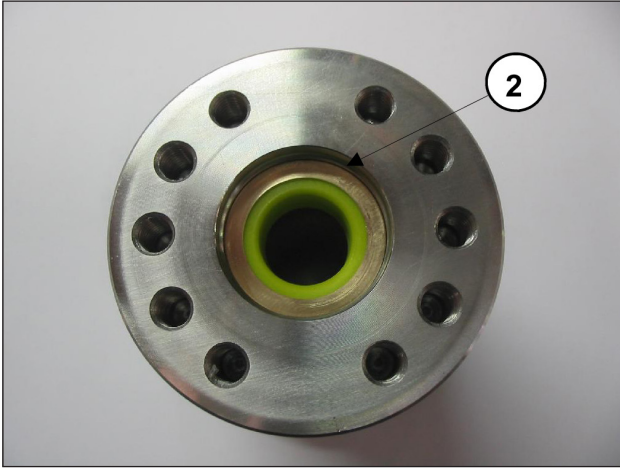
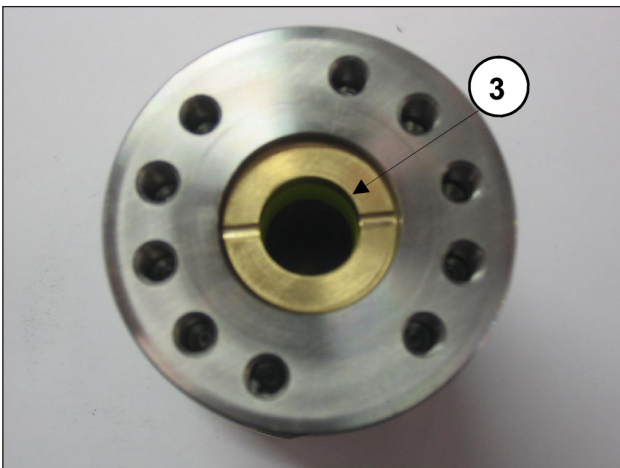
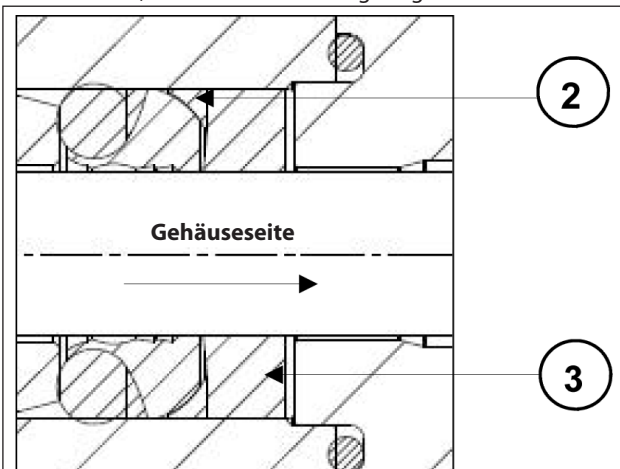

Abb. 59
Abb. 60
Abb. 61
- Setzen Sie den Stützring ② und die Dichtungshülse ③ wie in Abb. 59, Abb. 60 und Abb. 61 gezeigt ein.
Führen Sie die Dichtungshülse ③ mit nach außen gerichteten Aussparungen (zur Gehäusesseite) gemäß Abb. 60 und Abb. 61 ein.